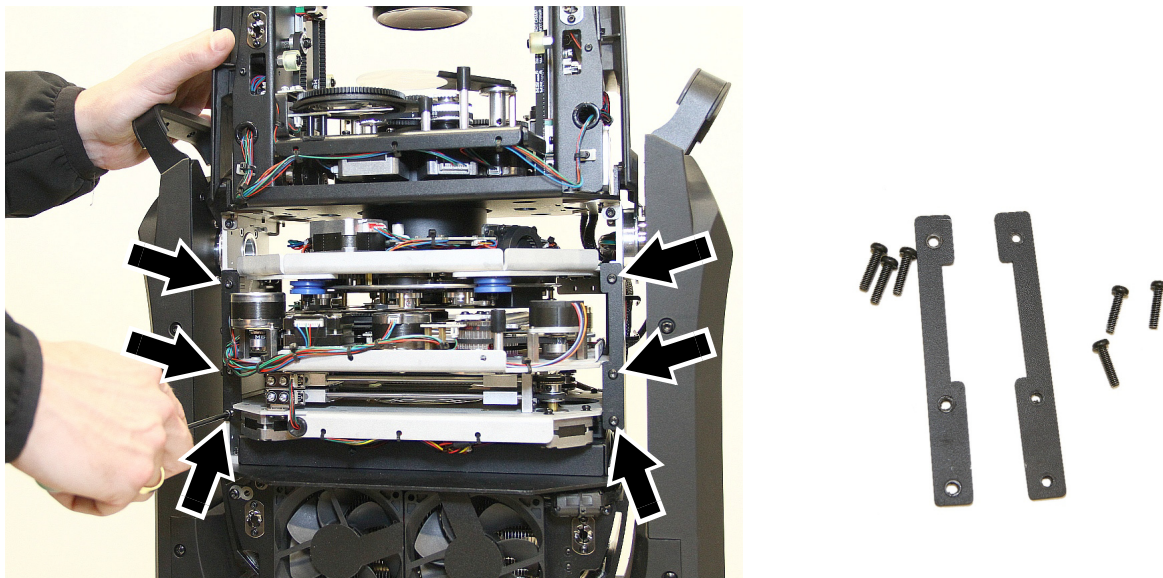

Bild 13: Entfernen der Halteplatten des Effektmoduls
6. Siehe Bild 13. Drehen Sie den Kopf um 180°, sodass Sie auf die Oberseite des Kopfes schauen. Entfernen Sie die sechs Schrauben (markiert durch Pfeil) von den Halteplatten des Effektmoduls und bewahren Sie die Platten und Schrauben zur Wiederverwendung auf.